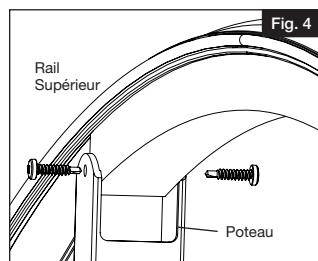

Fig. 4
- Enfoncer des vis autotaraudeuses no 8 x $\frac{3}{4}$ po (19 mm) dans les trous du poteau et à travers les trous de la traverse (une vis de chaque côté). Ne pas serrer complètement (Fig. 4). Faire de même pour les poteaux du haut et du bas.